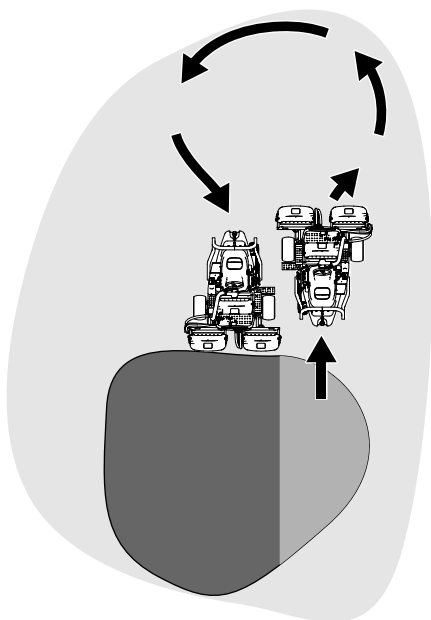

Figura 30
6. Pentru a reduce timpul de operare i pentru a uura alinierea pentru trecerea următoare, virai maina în direcție opusă, apoi virai-o în direcția porțiunii netăiate. Această mișcare este un viraj în formă de lacrimă (**Figura 30**), care aliniază rapid maina pentru trecerea următoare.